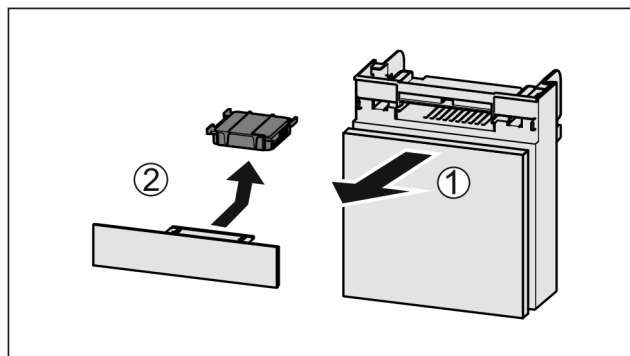

Fig. 88
- ▶ Fach nach vorne herausziehen Fig. 88 (1).
- ▶ Aktivkohlefilter entnehmen Fig. 88 (2).